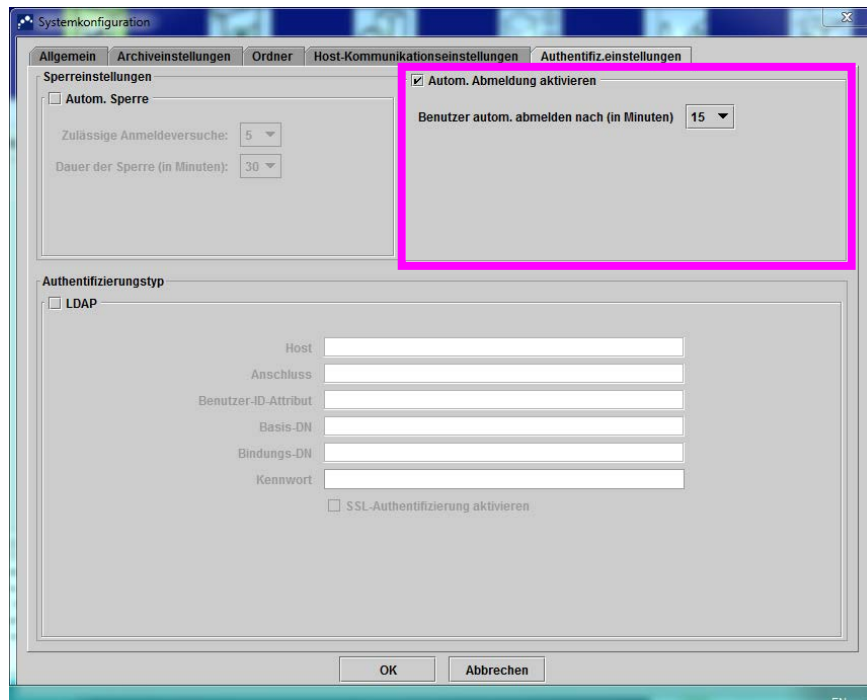

Abbildung 2-86. Für die automatische Abmeldung konfigurierte Authentifizierungseinstellungen
2. Klicken Sie auf die Registerkarte **Authentifiz.einstellungen**. Daraufhin werden die Informationen zu den Authentifizierungseinstellungen angezeigt. Siehe Abbildung 2-86.